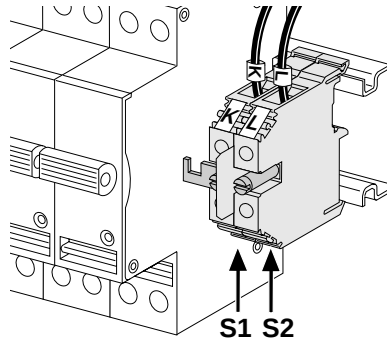

Fig. 12 Conexión del circuito de intensidad
■ Caso de un TI existente (fig. 12) :